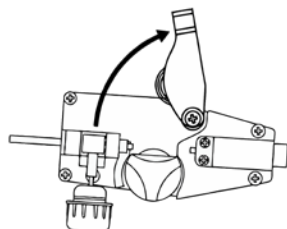

Рисунок 6
- Підніміть кронштейн притискного ролика вгору (дивіться рисунок 6).